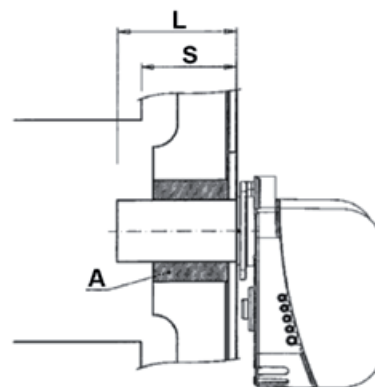

fig. 12
5.7 Montage du brûleur (Fig. 12)